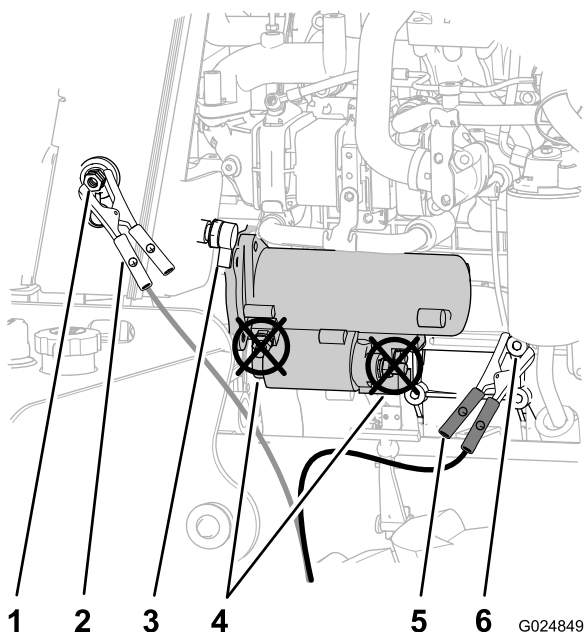

Рисунок 83
- Снимите крышку со штыря запуска от внешнего источника (Рисунок 83).
- Подсоедините положительный (+) соединительный кабель к положительному штырю внешнего источника (Рисунок 83).
- Подсоедините отрицательный (-) соединительный кабель к точке заземления, такой как гайка на оси поворота для генератора (Рисунок 83).